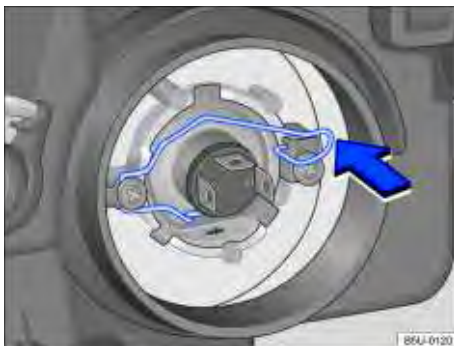

Fig. 179 Mola de travamento da lâmpada incandescente do farol baixo / alto.
5. Comprimir a mola de travamento no sentido da seta ⇒ Fig. 179 e deslocá-la, para destravar a lâmpada.